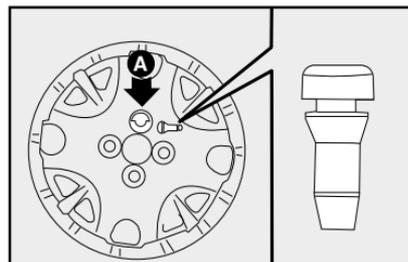

fig. 7
8) Coloque a presión la taza de la rueda en la llanta, haciendo coincidir el símbolo ◻, grabado en el interior de la taza, con la válvula de inflado; de esta forma, el orificio más grande de la taza **A**-**fig. 7** pasará a través del tornillo colocado anteriormente.